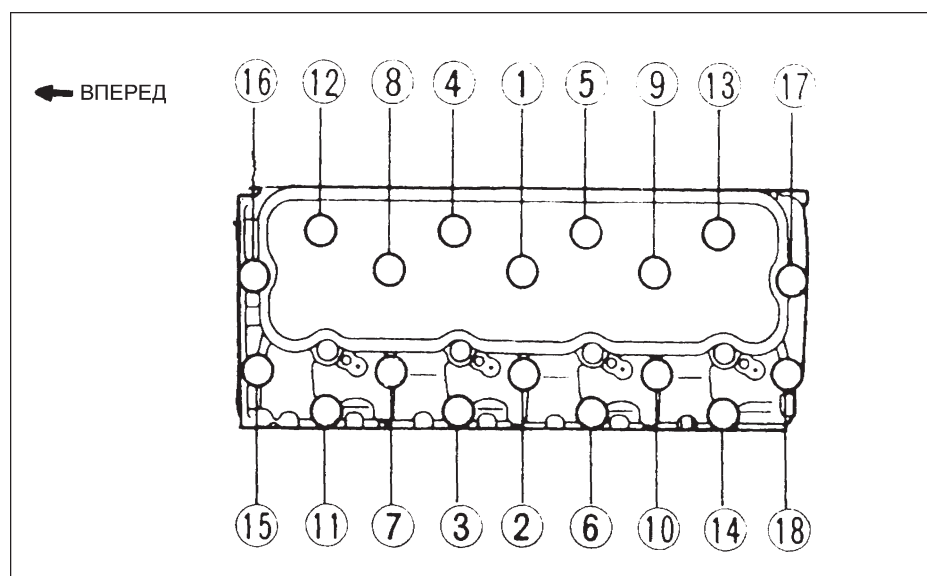

Рис. 32
- Регулировка зазоров должна быть произведена после затягивания болтов головок цилиндров (в порядке, указанном на рис. 32)